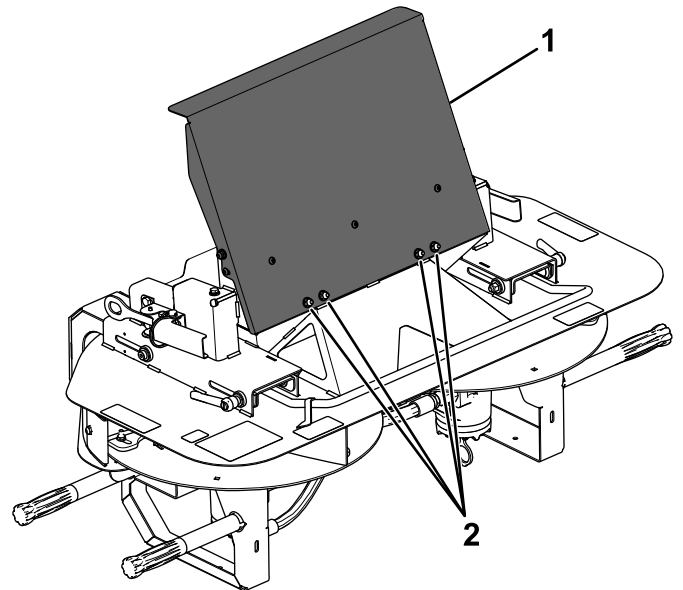

Bild 2
3. Befestigen Sie die Klappe des Füllkastens mit den mitgelieferten Schlossschrauben ($\frac{1}{4}$ " x $\frac{5}{8}$ ") und Sicherungsmuttern (Bild 2).